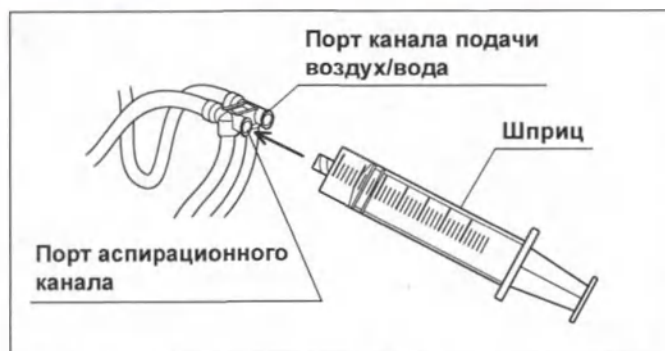

Рисунок 6.30
(см. рис. 6.30)
- 1 Присоедините шприц к порту аспирационного канала инъекционной трубки. (см. рис. 6.30)